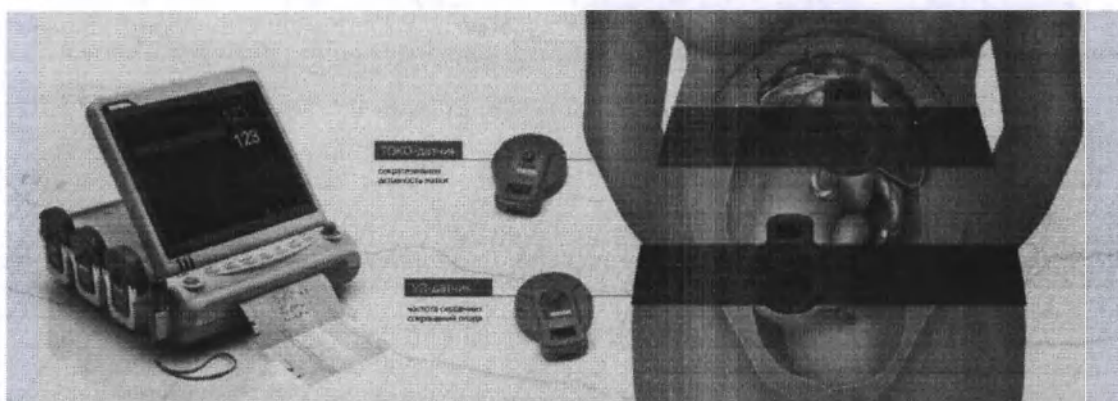

Рисунок 91 – Мониторинг ЧСС и ТОКО с помощью прибора
4. Поместите датчик на живот пациентки в районе дна матки (см. Рисунок 91).